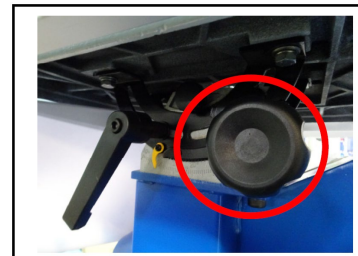

Abbildung 5
1. Netzkabel ausstecken. Lösen Sie die Feststellknöpfe (siehe Abbildung 5) und kippen Sie den Tisch nach links, bis er an der Tischanschlagschraube M8 anliegt. (A, Abb. 6)